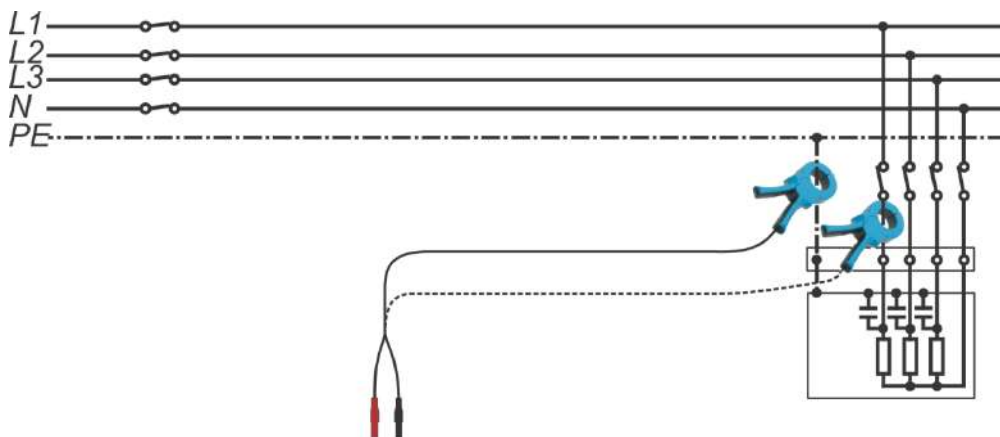

Рисунок 11.76: Измерение СКЗ силы тока железными клещами, пример
- Соедините клещи с измерителем и исследуемым объектом, см. рис. 11.76